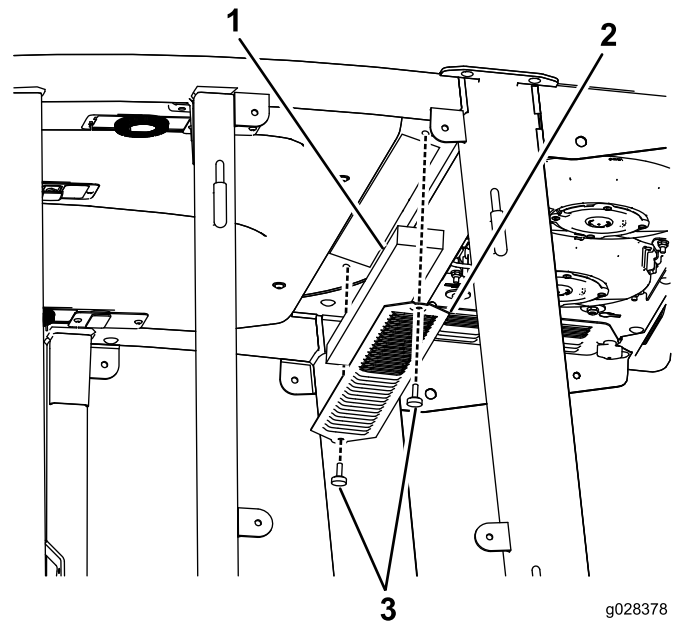
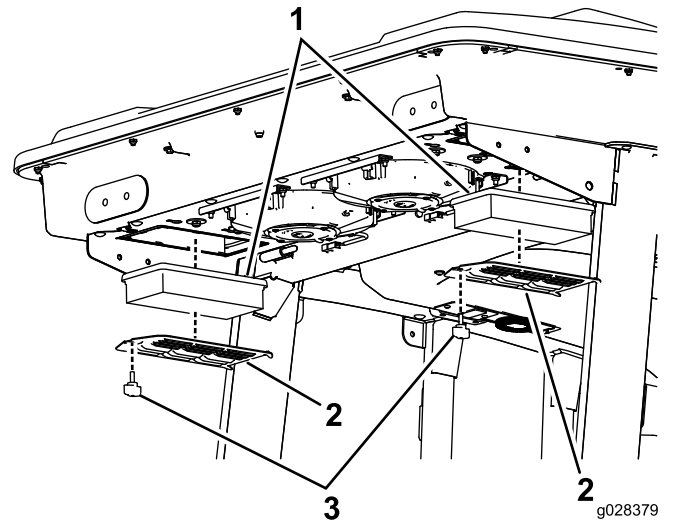
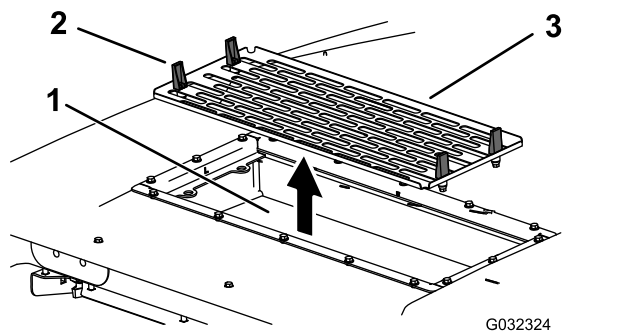

Figure 135
Figure 136
**Figure 138**
1. Retirez les vis et les grilles des filtres à air intérieur et arrière de la cabine (Figure 135 et Figure 136).
2. Débranchez le câble de chaque ventilateur (Figure 138).
5. Déposez les filtres à air (Figure 136).
7. Reposez les filtres à air, la grille et le ventilateur (Figure 136, Figure 138 et Figure 139).
8. Rebranchez le câble de chaque ventilateur (Figure 138).